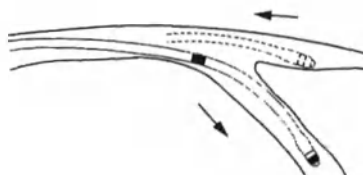

Рисунок 9.
3. Отведите электрод назад и проведите искривлённый кончик электрода над устьем кардиальной вены так, чтобы электрод попал в вену. Снова неглубоко вставьте направитель, чтобы продвинуть электрод в выбранную кардиальную вену (Рис. 9).